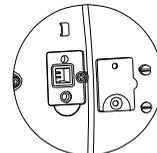

Abbildung 4-2. LFT-Stifte
2. Entfernen Sie die Sicherheitsabdeckung auf der Unterseite der Waage, um die beiden Stifte in der Aussparung zu sehen (siehe Abbildung 4-2). Schließen Sie diese Stifte beim **Einschalten** der Waage (z. B. mit einem Schlitzschraubendreher) kurz. Die Waage führt das Einschaltverfahren durch, und auf dem Display erscheint der aktuelle Status [LFt BFf] (Eichung deaktiviert, nicht verriegelt) oder [LFt Bf] (Eichung aktiviert, verriegelt). Drücken Sie auf die Taste „No“ (Nein), um diese Einstellung zu ändern oder auf „Yes“ (Ja), um die Einstellung zu übernehmen.